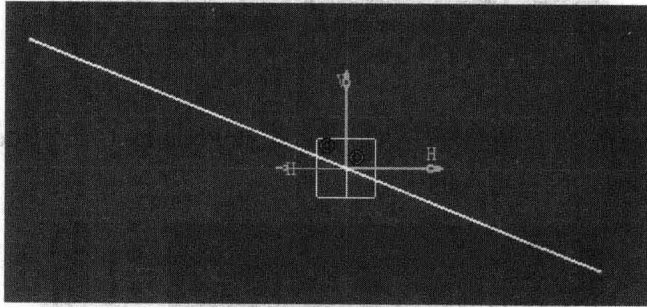

图 2-2
(2) 用鼠标左键选择线后，可以移动。如图 2-2 时，必须删除中心点和线的约束（选择图中两个圆圈后，删除）。
(3) 用鼠标的左键双击线时，出现 Line Definition Box，对话框中可以调整线的属性。